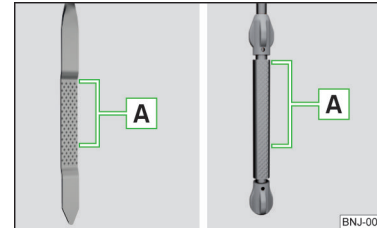

Abb. 170
Der Ölstand muss im Bereich **A** liegen » Abb. 170. Liegt der Ölstand unterhalb des Bereichs **A**, das Öl nachfüllen.
- Der Ölstand darf keinesfalls außerhalb des Bereichs **A** liegen » Abb. 170 - es besteht die Gefahr der Beschädigung des Motors sowie der Abgasanlage.